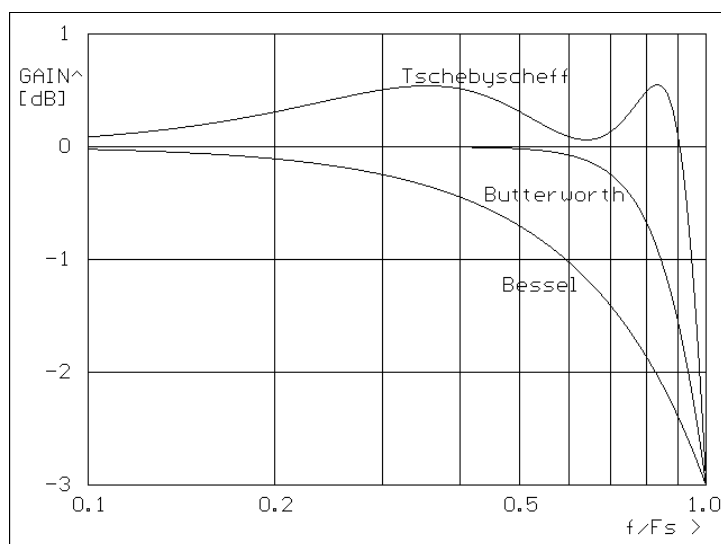

Abb. 6 - Amplitudengang Durchlassbereich
Die Trennwirkung eines Filters steigt mit seiner Steilheit beim Übergang vom Durchlass- in den Sperrbereich. Tschebyscheff liegt hier noch vor Butterworth, Bessel folgt erst mit Abstand. Wie in Abb. 6 zu erkennen ist, weist Tschebyscheff aber eine Welligkeit der Verstärkung im Durchlassbereich (ideal = 1 > 0 dB) auf; 0,5 dB entsprechen ~ 6 %. Es ist im Einzelfall zu entscheiden, ob eine derartige Durchlasswelligkeit zulässig ist. Butterworth und Bessel verlaufen flach.
1. Man setzt im Durchlassbereich einen in der Anwendung tolerierbaren Amplitudenfehler fest und liest die zugehörige normierte Frequenz in Abb. 6 von der x-Achse ab.